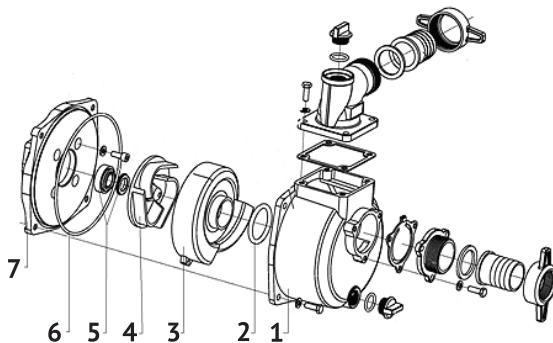

рис.2
3.2 Устройство насоса мотопомпы схематично представлено на рис.2
Сверху на корпусе помпы (рис.2 поз.1) находится напорный фланец, с торца корпуса находится фланец всасывающий.